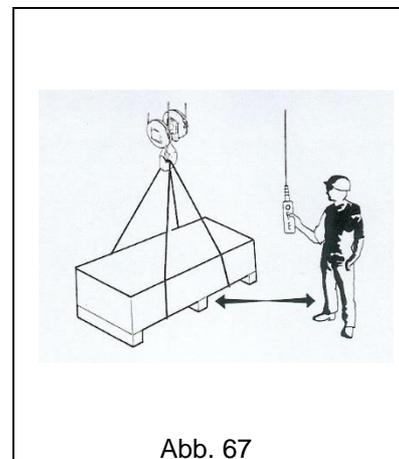

Abb. 67
- **STETS** außerhalb des Rangierbereichs der angehobenen Last arbeiten (Abb. 67).